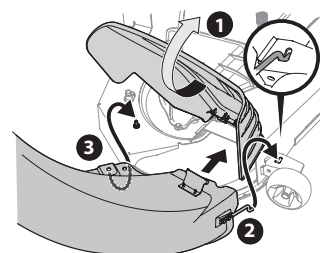

Figura 19
2. Levante el deflector del canal (1 en la Figura 19) sobre la plataforma y sosténgalo mientras ubica el canal de descarga sobre la abertura del canal.
3. Inserte el extremo del codo del canal de descarga (2) en el orificio suministrado en el montaje de rueda de la plataforma tal como se muestra en el recuadro de Figura 19.
4. Gire el canal de descarga hacia atrás hasta que el orificio del codo del canal de descarga se alinee con el pasador de la plataforma. Mueva el codo de descarga hacia abajo hacia ese pasador como se muestra en 3 de la Figura 19.